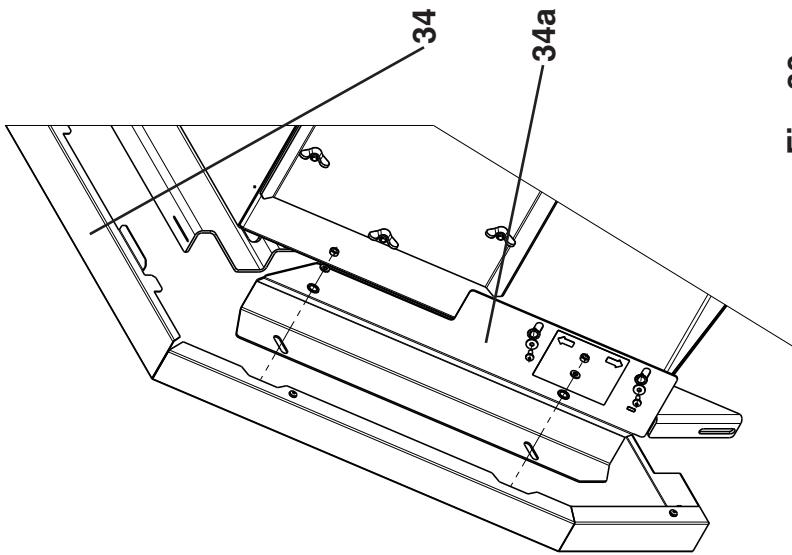
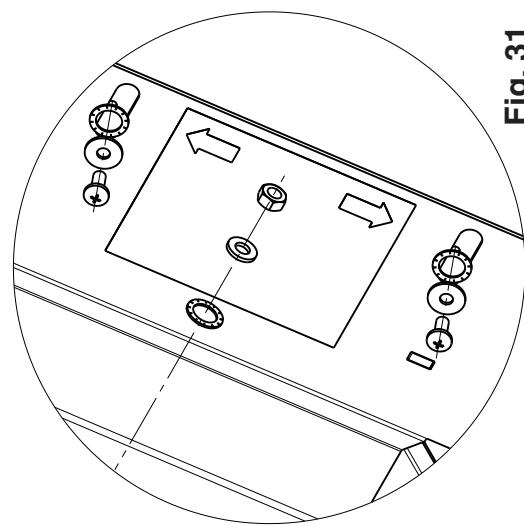

Fig. 30
Fig. 31
31. Introdurre le pareti laterali intermedie (31) nelle guide della base e agganciare nell'angolare di fissaggio in alto alle aperture.
32. Agganciare il quadro di comando (32) alla parete laterale intermedia sinistra o destra (la posizione dipende dal dispositivo di controllo della fiamma). Condurre il sensore della temperatura dell'imitatore della temperatura di sicurezza (STB) sul lato posteriore della caldaia, infilarlo nella boccola ad immersione (accanto ai sensori della temperatura della caldaia e della temperatura di mandata) e fermarlo con la molla a griffe del capillare.
33. Montare le pareti laterali posteriori (33). Introdurre i perni sulla parte inferiore della parete laterale (guide di base della caldaia) nei fori appositi.
34. Montare la lamiera di protezione (34a, Fig. 30 ed Fig. 31) sulla parete laterale-superiore-destra-e-sinistra.(34, Fig. 30 ed Fig. 34)-senza-bloccarla.
35. Fissare la parete posteriore (35, 35a) con viti per lamiere (C).
36. Fissare le pareti posteriori intermedie (36, 36a) con viti per lamiere (C).
37. Rimuovere il vetro d'ispezione. Fissare la parete posteriore inferiore (37) con viti per lamiere (C). Montare il cassetto di terra (presente nel cavo AAT) nelle posizioni previste (a sinistra o a destra accanto al foro) con viti per lamiere. Applicare la copertura del motore per l'estrazione delle ceneri (37a). Montare nuovamente il vetro d'ispezione.
39. Applicare il coperchio anteriore (39) (deve essere applicato prima di montare i tubi per lo scarico ambiente).
41. Applicare la copertura frontale del bruciatore (41) sui due supporti (41a) ed avvitare in alto con le lamiere di protezione (34a). Agganciare la calotta (41b) frontale (prendere attenzione alle aperture).